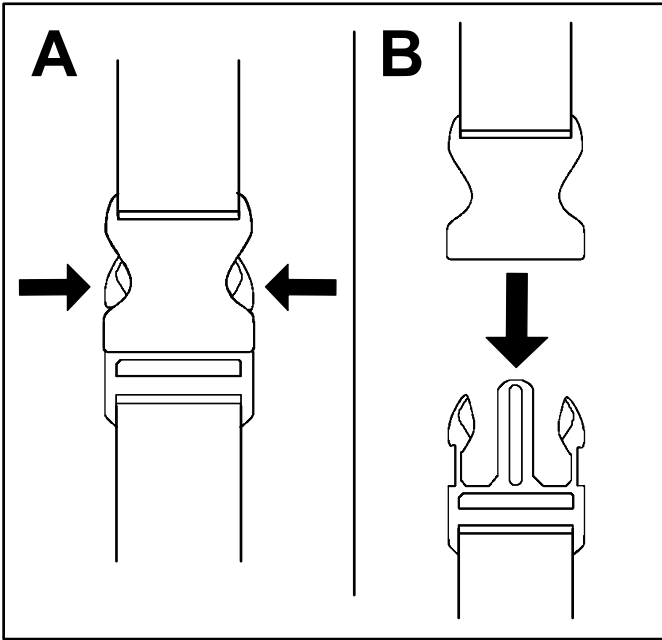

Bild 13
1. Beiden Seiten der Schnellverschlusschnalle eindrücken (A in Bild 13).
2. Lassen Sie die Schnellverschlusschnalle sich lösen (B in Bild 13).